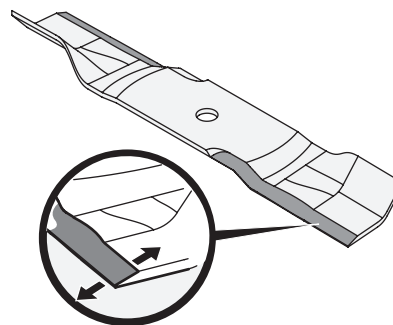

Fig. 66
3. Para afilar las cuchillas de corte de forma adecuada, extraiga cantidades iguales de metal de ambos extremos de las cuchillas a lo largo de los bordes cortantes, de forma paralela al borde de caída, a un ángulo de 25° a 30°. Afile siempre cada borde de las cuchillas de corte de forma pareja para mantener un centrado adecuado entre las mismas (Fig. 66).